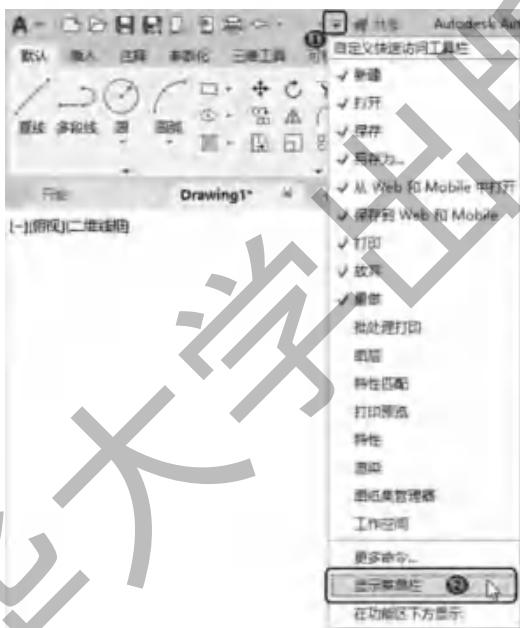
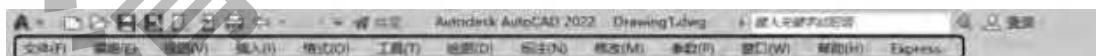

图 1-5 调出菜单栏
图 1-6 菜单栏显示界面
① 单击快速访问工具栏右侧的下三角按钮 , ② 在下拉菜单中选择“显示菜单栏”命令,如图 1-5 所示,调出的菜单栏如图 1-6 所示。它在 AutoCAD 2022 绘图窗口标题栏的下方,是 AutoCAD 2022 的菜单栏。与其他 Windows 程序一样,AutoCAD 2022 的菜单也是下拉式的,并在菜单中包含子菜单。AutoCAD 2022 的菜单栏中包含 13 个菜单:“文件”“编辑”“视图”“插入”“格式”“工具”“绘图”“标注”“修改”“参数”“窗口”“帮助”和“Express”。这些菜单中几乎包含了 AutoCAD 2022 的所有绘图命令,后面的章节将围绕这些菜单展开讲述。一般来讲,AutoCAD 2022 下拉菜单中的命令有以下 3 种。